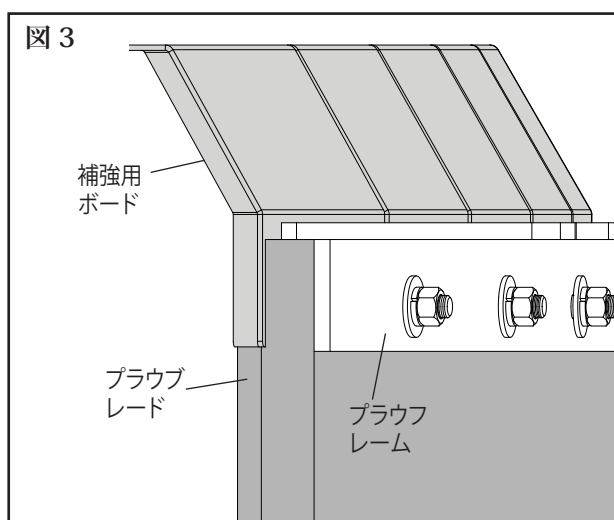

図3
3. 新しいブレードを取付けます。使用していたボルトを使って、新しいブレードをベルト中間クリーナー(プラウ)のメインフレームに固定します。補強用ボードを使用している場合、ブレードと一緒に再度取付けます(図3)。